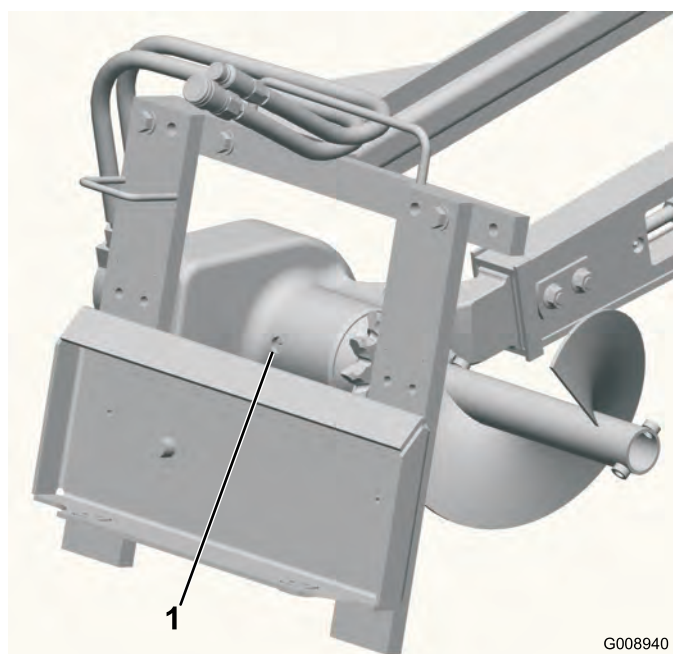

Figura 10
3. Limpie la zona alrededor del tapón del orificio de llenado de la caja de engranajes (Figura 10).
4. Retire el tapón del orificio de llenado de la caja de engranajes (Figura 10).
1. Limpie la zona alrededor del tapón del orificio de llenado de la caja de engranajes (Figura 10).
2. Retire el tapón del orificio de llenado de la caja de engranajes (Figura 10).